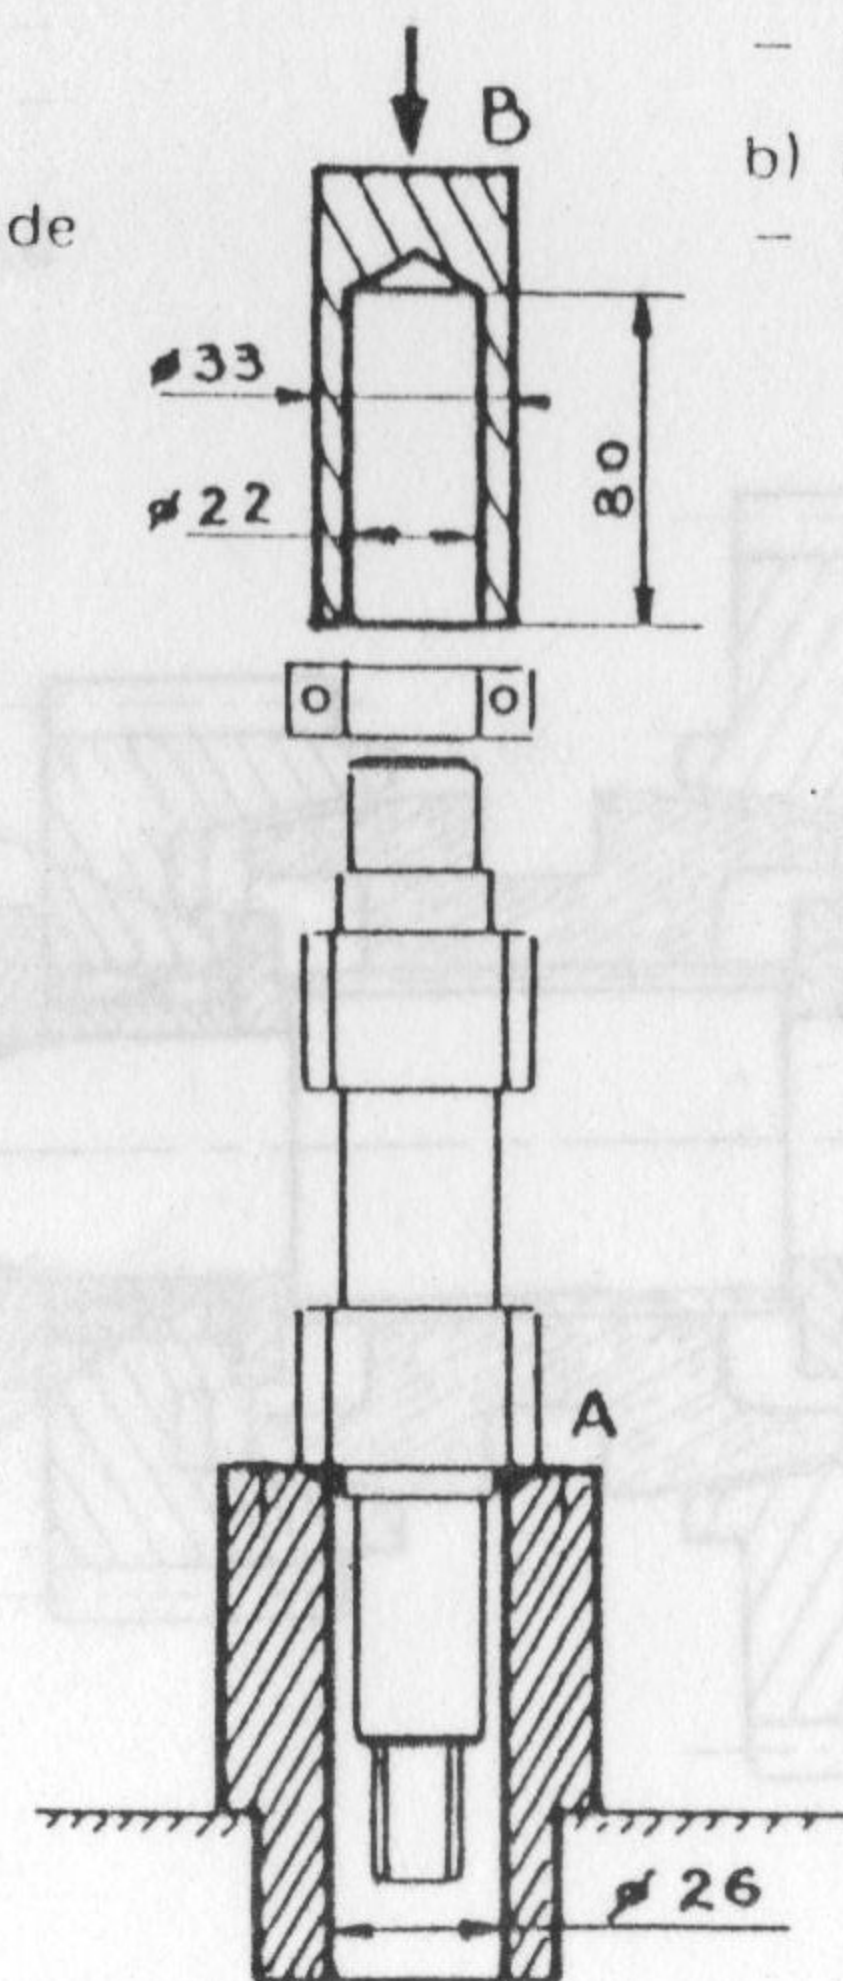

Fig. E10
- monter à la presse et à l'aide de l'outillage n° 4 le roulement ARRIERE sur l'arbre primaire. (Fig. E10) et monter le circlips en bout d'arbre.
- using a press as well as tooling n° 4 refit the REAR bearing on the primary shaft (Fig. E10) and fit the circlips at the end of the shaft.